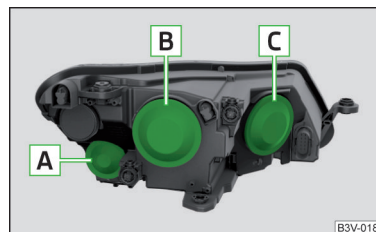

Fig. 367
Dispunerea becurilor cu incandescentă » fig. 367
- › Scoateți capacul de protecție **A** » fig. 367 la pagina 319.
- › Așezați capacul de protecție **A** » fig. 367 la pagina 319.
- › Scoateți căpăcelul de protecție **B**, respectiv **C** » fig. 367 la pagina 319.
- › Introduceți căpăcelul de protecție **B**, respectiv **C** » fig. 367 la pagina 319.